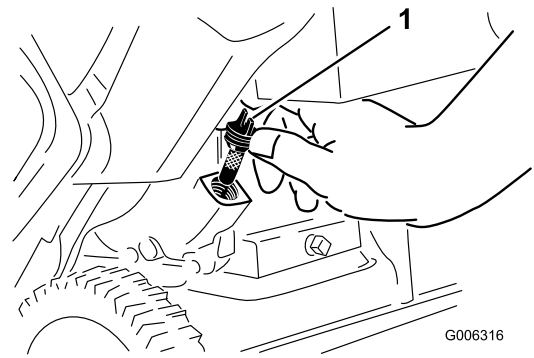

Figura 27
6. Limpie la zona alrededor del tapón de llenado de aceite (Figura 27).
7. Desenrosque y retire el tapón de llenado de aceite (Figura 27).